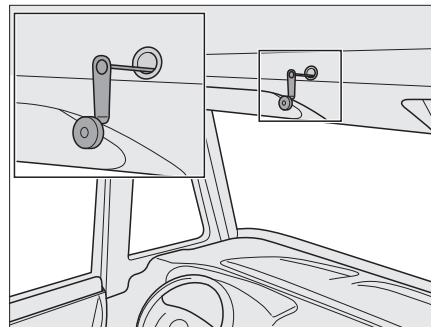

Bild 173 Notbedienung für elektrisches Hubbett
- ▷ Bei Stromausfall kann das elektrische Hubbett auch mit einer Notkurbel (Bild 173) bedient werden. Diese befindet sich in der Küchenzeile.